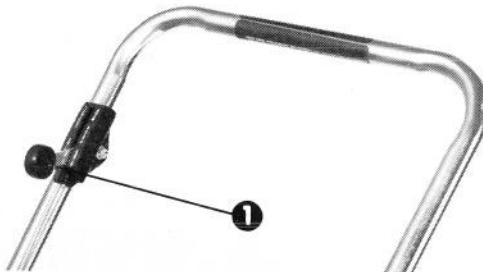

Figure 12
2. Placez la commande de traction en position DÉBRAYÉE (tondeuse automotrice) et avancez la commande des gaz à la position START (Fig. 12).